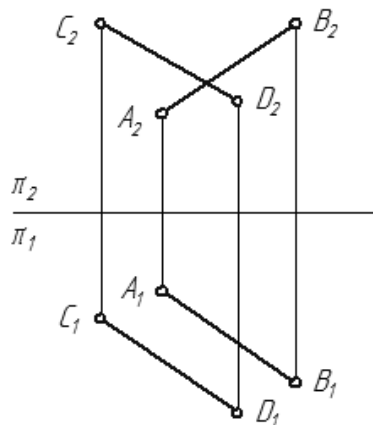

Рисунок 11 – Скрещивающиеся прямые
**Задание 14.** Определить расстояние между скрещивающимися прямыми, заданными отрезками  $AB$  и  $CD$  (рисунок 11).